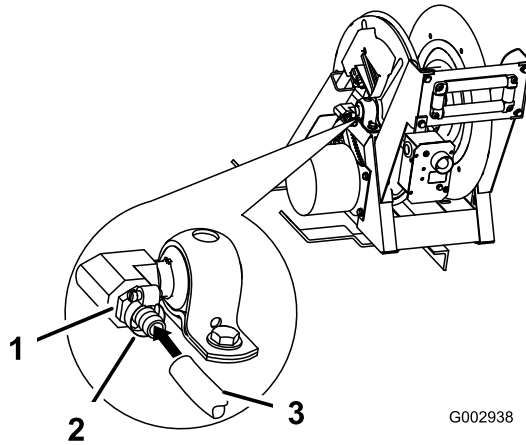

Bild 20
20. Wickeln Sie Teflonband links um das Gewinde der gezahnten Armatur (3/4 Zoll) und setzen Sie sie in den Einlassanschluss seitlich vom Schlauchwagen ein (Bild 20).
22. Schließen Sie den Schlauch an die Armatur am Schlauchwagen (Bild 20) an und befestigen Sie beide Enden mit zwei kleinen Schlauchklemmen.